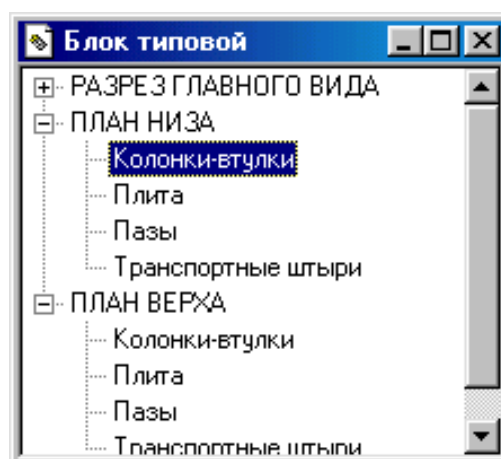

Рисунок 1.56 – Командне меню проектування блока
- вибирається команда "Колонки-втулки" (рис. 1.56);